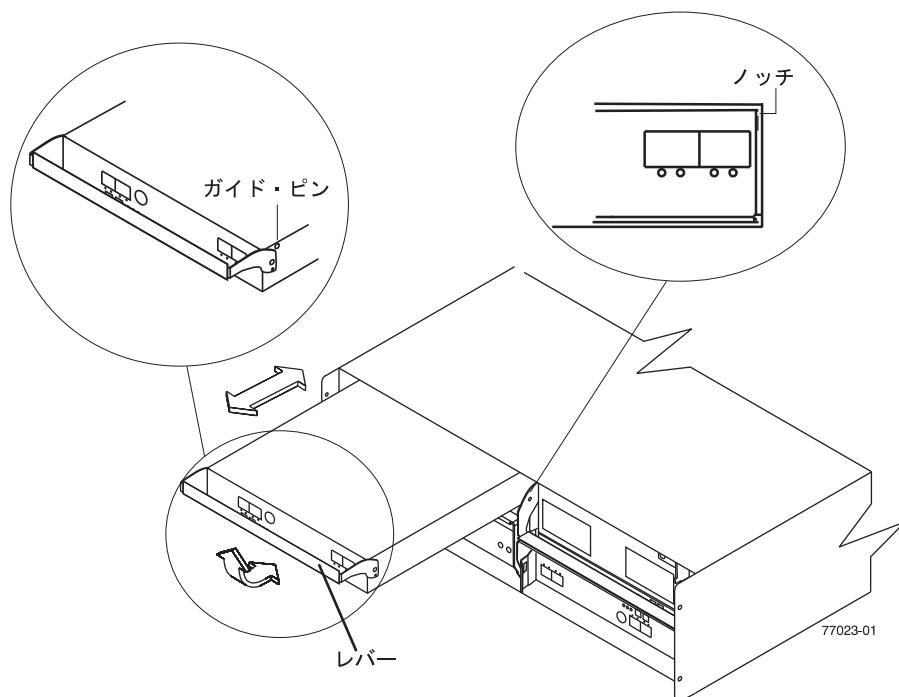

図37. 環境サービス・モジュール (ESM) の取り外しと交換
8. ラッチを締めながら、レバーを 90° (レバーが水平になるように) 引き開けます。レバーをシャーシから引き離し、図 37 に示すように ESM を EXP395 ミッドプレーンから取り外します。
- b. ゆっくりとレバーを EXP395 シャーシから引き離し、100 ページの図 37 に示すように ESM を ESM ベイから取り外します。(ESM をシャーシから取り外し、静電気の放電 (ESD) から保護された面に置きます。)